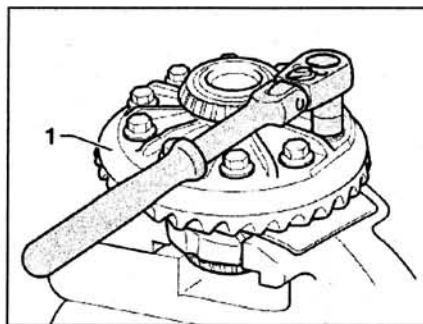

Рис. 4.95. Открутите болты крепления коронной шестерни 1 и отсоедините корпус дифференциала.
1. Открутите болты крепления коронной шестерни 1 и отсоедините корпус дифференциала легкими ударами молотка (рис. 4.95).